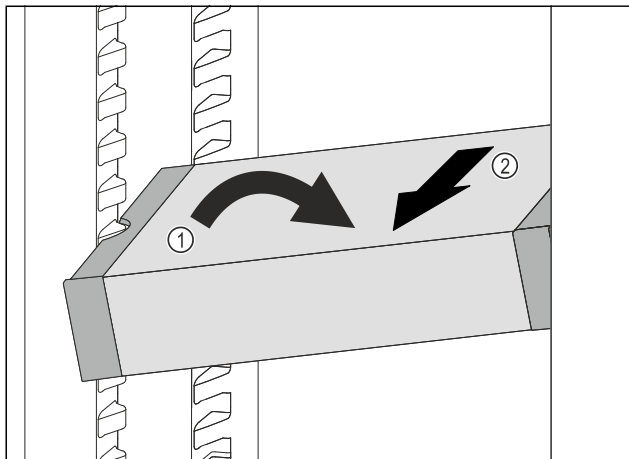

Fig. 122
- ▶ Seadke VarioSafe jahutusosas kaldu. Fig. 122 (1)
- ▶ Võtke VarioSafe ettepoole välja. Fig. 122 (2)